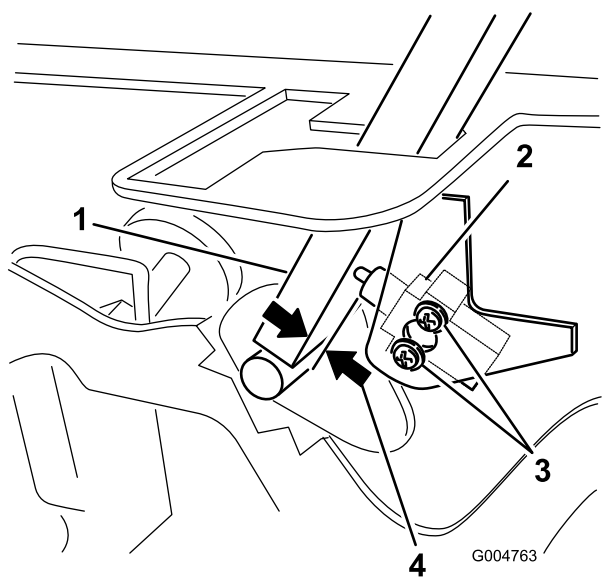

図 57
3. インタロックスイッチを固定しているネジ2本を取り外す(図 57)。
4. コントロールレバーをフレームに押し付けた状態でスイッチをレバーの方へ移動させて、レバーとスイッチボディとの距離を 0.4-1 mm に調整する(図 57)。